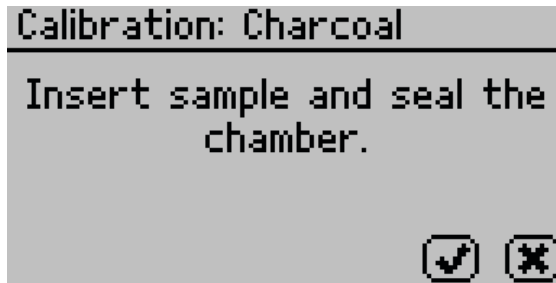

Figure 19 Nhắc nhở đặt mẫu thử vào buồng đo
13. Đặt mẫu thử vào buồng đo mẫu khi có thông báo nhắc. (Figure 19).